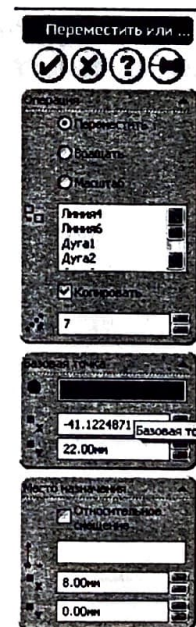

Рис. 21
снова используя клавишу "Переместить или копировать"  (рис. 21). Для этого:
- зафиксируйте на раскрытой панели (рис. 21) иконку "Копировать",